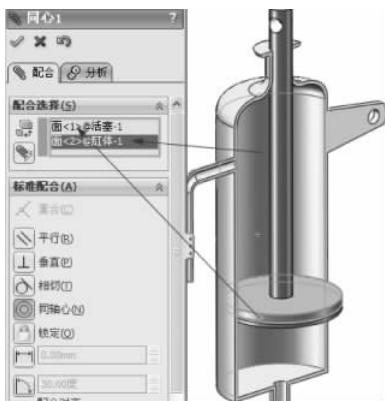

图 3-11 同轴心配合
(3) 单击【装配体】工具栏中的【配合】按钮 ,弹出【配合】的属性设置。在【标准配合】选项组下选择【同轴心】配合类型 ,单击【配合选择】选项组下的选择框,然后在图形区域中选择活塞圆柱面和缸体内腔半圆柱面,其他保持默认,如图 3-11 所示,单击【确定】按钮 ,完成同轴心的配合。